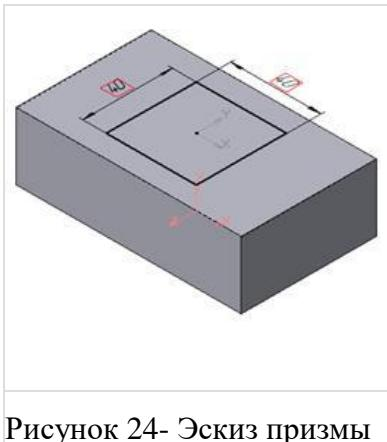
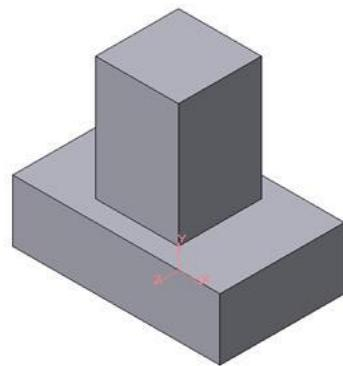

Рисунок 24- Эскиз призмы
Рисунок 25 -Операция приклеивания элемента
2. Для построения верхнего элемента детали рис.23 - четырехгранной призмы на верхней плоскости основания вычертим эскиз - квадрат со сторонами 40 мм (рис.24) и приклеим призму выдавливанием на 50мм (рис.25).